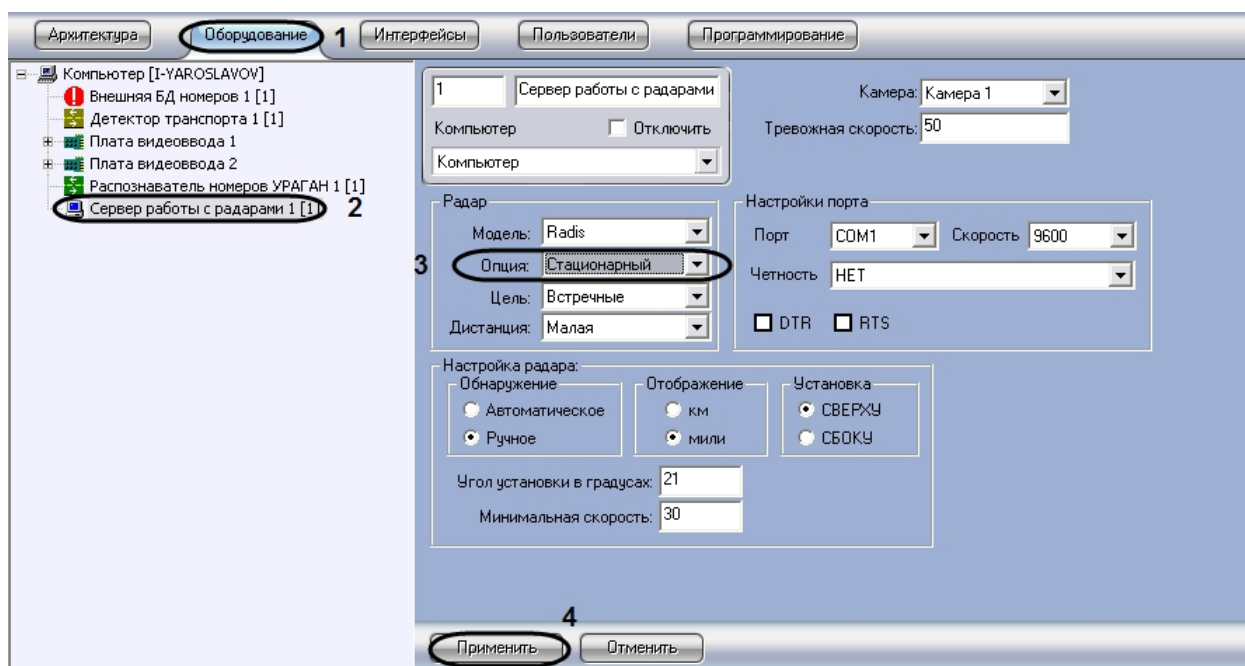

Рис. 54. Выбор типа установки устройства «Радар»
2. В дереве объектов на вкладке «Оборудование» выбрать объект «Сервер работы с радаром», соответствующий настраиваемому программному модулю «Радар». В правой части вкладки «Оборудование» отобразится панель настройки выбранного объекта (см. Рис. 54).